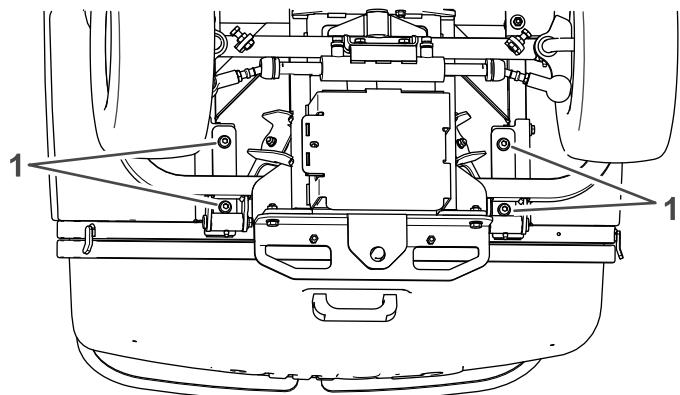

Figura 107
1. Desaperte os 4 parafusos que fixam os suportes de elevação da tremonha à estrutura debaixo da tremonha (Figura 107).
4. Aperte os 4 parafusos (Figura 107).